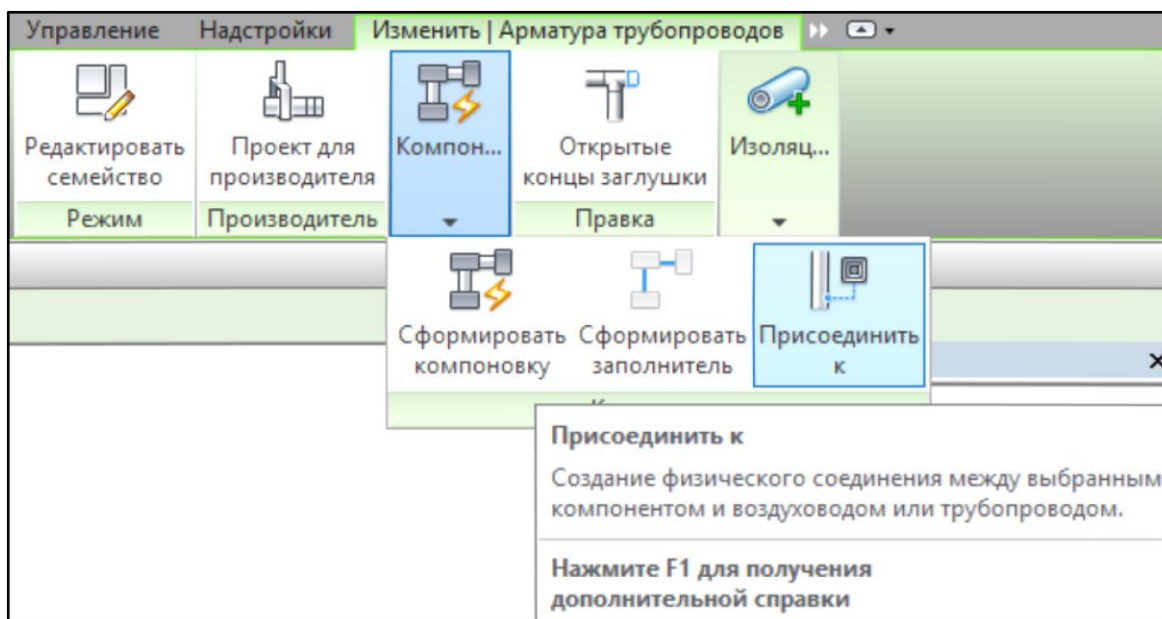

Рисунок 5.20. Инструмент «Присоединить к» для соединения трубопровода и прибора отопления
6. Подключить отопительные приборы к системе подающих и обратных трубопроводов, для чего можно воспользоваться кнопкой «Присоединить к», которая находится в панели инструментов (рис. 5.20).